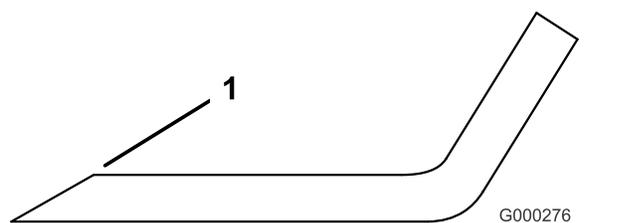

**Figura 89**
2. Examine cuidadosamente as extremidades da lâmina, prestando especial atenção à zona onde se encontram as partes curvas e planas da lâmina (Figura 89).
**Nota:** A areia e os materiais abrasivos podem desgastar o metal entre as partes plana e curva da lâmina; por isso, verifique a lâmina antes de utilizar a máquina. Se der conta de desgaste (Figura 89), substitua a lâmina.